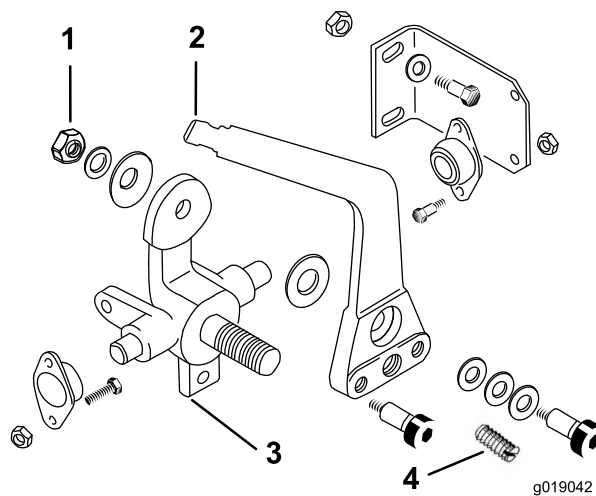

Figure 38
3. Tournez l'écrou de réglage jusqu'à ce que le dynamomètre indique 13,61 à 22,68 kgf (30 à 50 lbf) pour déplacer le levier (Figure 38).